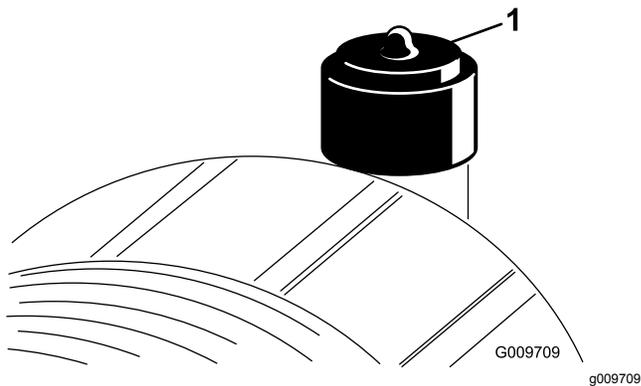

Bild 54
Warten Sie den Luftfilter nur, wenn die Wartungsanzeige dies angibt (Bild 54). Das frühzeitige Auswechseln des Luftfilters erhöht nur die Gefahr, dass Schmutz in den Motor gelangt, wenn Sie den Filter entfernen.
9. Stellen Sie die Anzeige (Bild 54) zurück, wenn sie auf Rot steht.